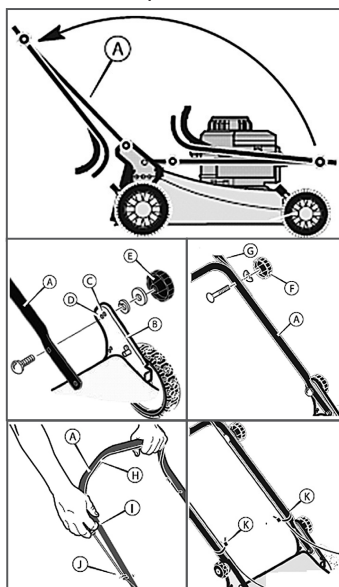

Рис. 3 Сборка газонокосилки
3. Установите нижнюю часть А рукоятки в рабочее положение (Рис. 3).
4. В скобе рукоятки (В) имеется два крепежных отверстия (Рис. 3). Используйте отверстие (С) для крепления рукоятки в верхнем положении. Используйте